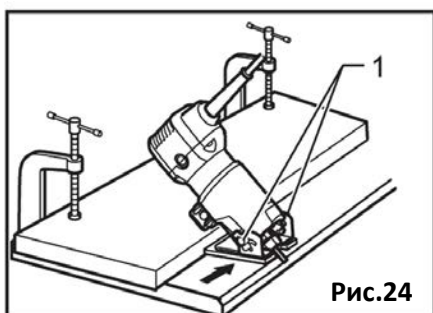

Рис.24
Установите инструмент на наклонное основание и закройте стопорный рычаг на необходимом уровне выступа насадки. Для установки угла затяните зажимные винты (1) по бокам. Надежно зажмите на детали прямую планку и используйте ее в качестве направляющей для основания наклонного основания. Перемещайте инструмент в направлении, показанном стрелкой (Рис.24).